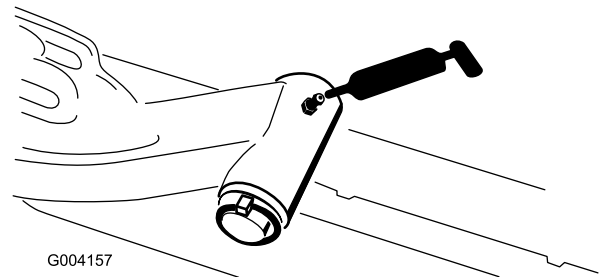

**Bild 53**
- Hubarmgelenkwelle (1 Stück) (Bild 53)